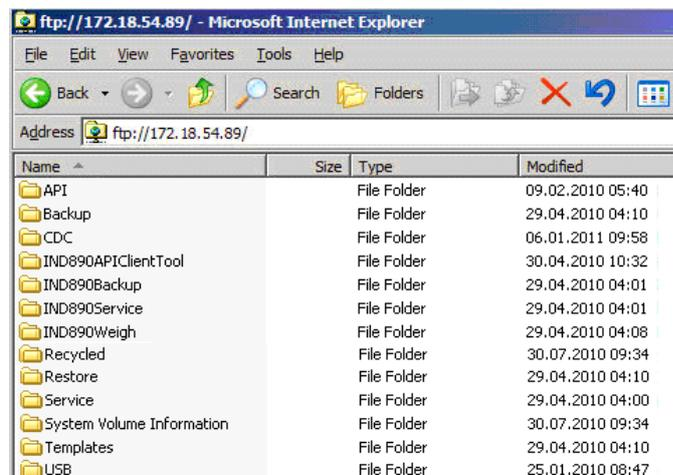

Abbildung B-8: FTP-Fenster im Internet Explorer
3. Daraufhin zeigt der Explorer die Verzeichnisstruktur des IND900 an (Abbildung B-8).